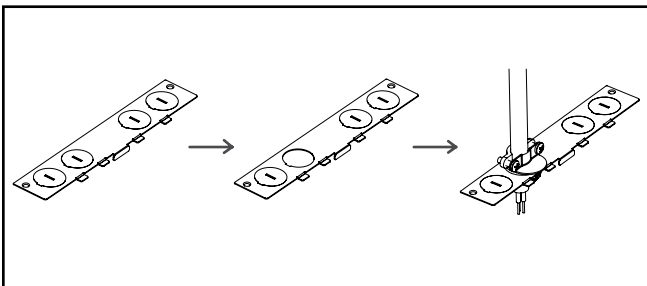

Figure 19.
8. Retirez l'entrée défonçable et installez le cordon flexible blanc fourni avec la trousse à l'aide d'un réducteur de tension approprié (non fourni). Voir la figure 19.